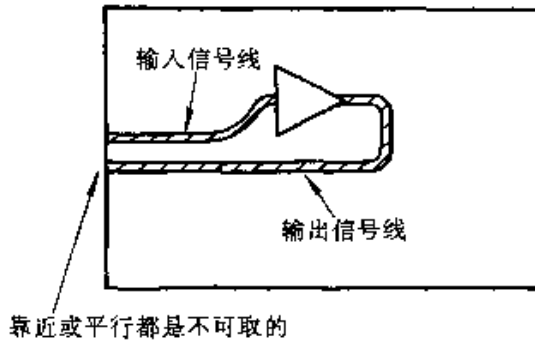

图 3-2
② 输入端与输出端的信号线不可靠近,更不可平行,如图 3-2 所示。否则将有可能引起电路工作不稳定甚至自激。